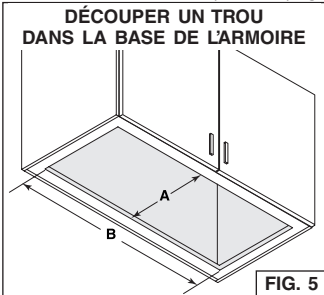

FIG. 5
- Découper un trou dans la base de l'armoire aux dimensions indiquées (FIG. 5), ou utiliser le revêtement d'armoire comme gabarit (appareil PM300SS seulement).